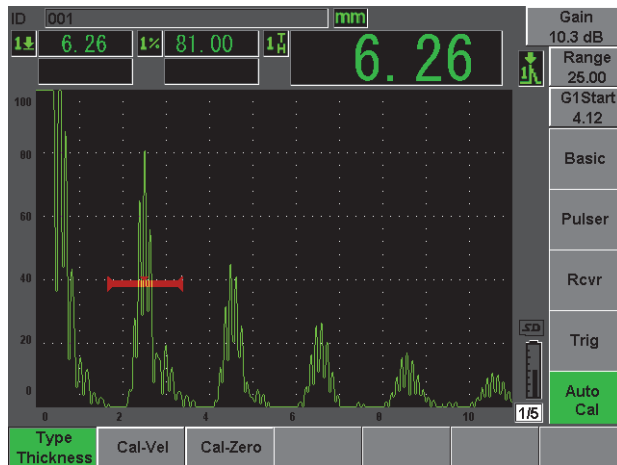

Figura 2-13 Menú Auto Cal
4. Seleccione el menú **Auto Cal** (véase la Figura 2-13 en la página 51).